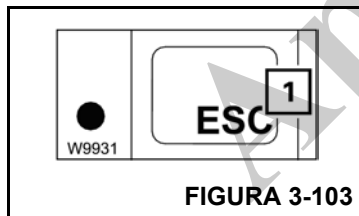

FIGURA 3-103
Pressione uma vez o botão Esc (1) (Figura 3-103).